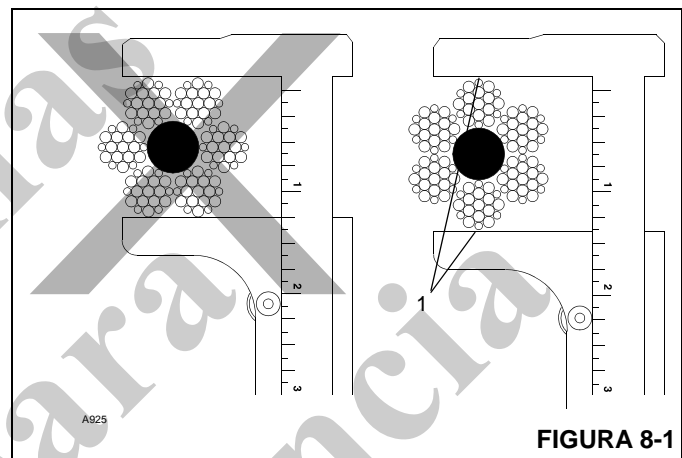

FIGURA 8-1
- Meça o diâmetro do cabo entre as coroas dos cordões ao determinar se o cabo está danificado. Consulte a Figura 8-1.